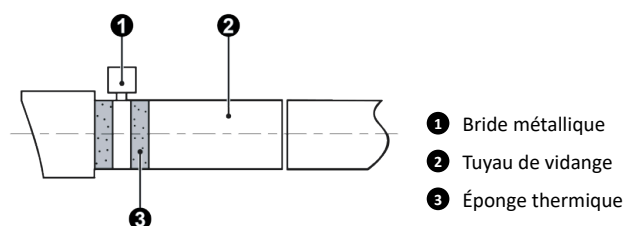

Fig. 4.3.2
- ① Insérez le tuyau d'évacuation dans le trou d'évacuation et serrez-le avec des rubans, comme illustré à la Fig.4.3.2. Le modèle est fourni avec un tuyau d'évacuation tandis que pour les autres modèles, vous devez vous procurer vous-même le tuyau d'évacuation.
- ② Serrez le collier de serrage, en maintenant une distance inférieure à 4 mm entre l'écrou de vis et le tuyau.